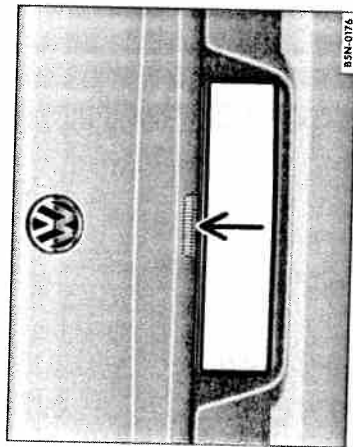

Fig. 31 Deschiderea din exterior a hayonului.
- Ridicați hayonul de tasta ⇒ fig. 31 (săgeată) și deschideți-l.